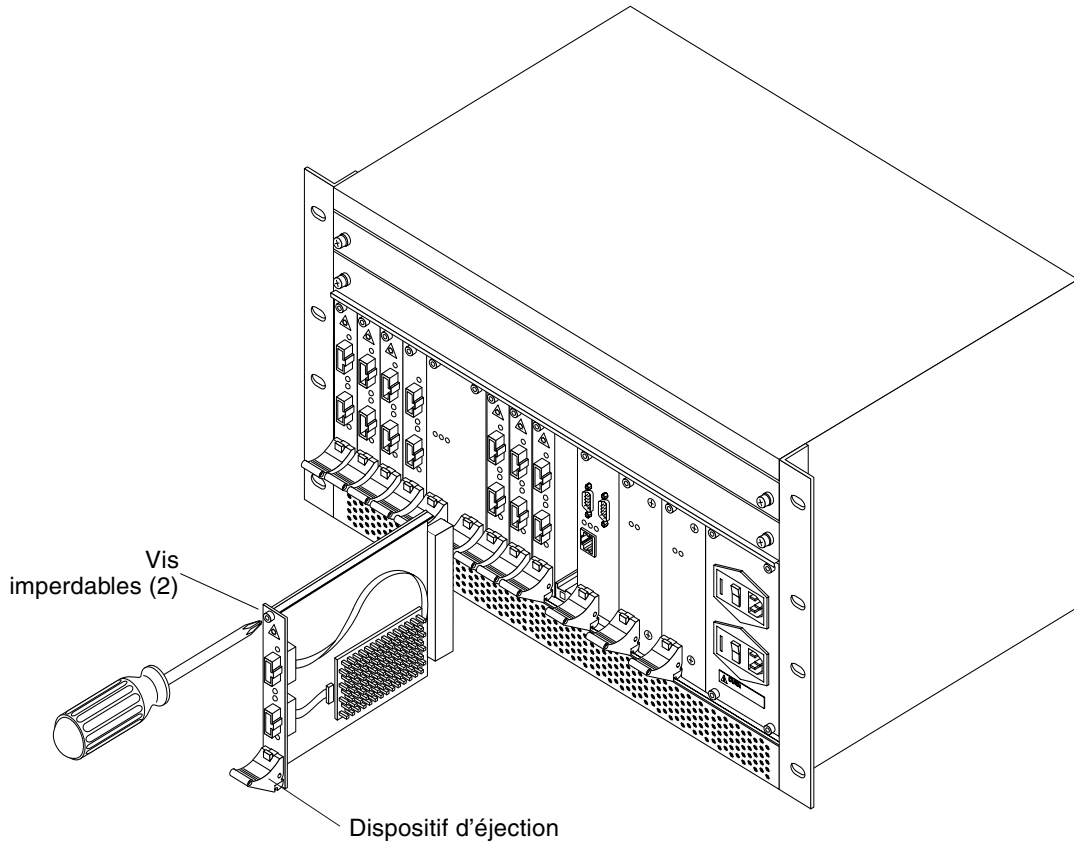

FIGURE 2-3 Ajout d'un module optique
3. Assurez-vous que le dispositif d'éjection du module est déverrouillé en appuyant sur le bouton rouge (FIGURE 2-3).